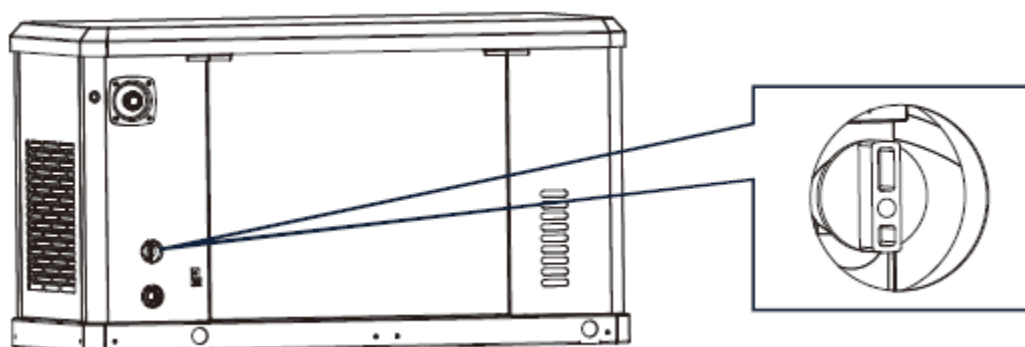

Figura 5-1
Para conocer la posición de la perilla de cambio de combustible (A), consulte la figura 5-1. La perilla de cambio de combustible está sobre el mezclador de gas.